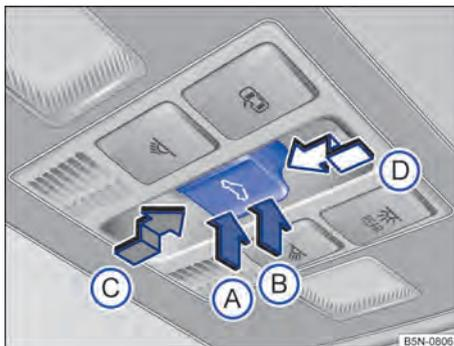

Fig. 88 No revestimento do teto: botão do teto de vidro.
O botão → Fig. 88 é de 2 níveis. No 1º nível o teto pode ser totalmente ou parcialmente levantado, aberto ou fechado.
- ◀ – *Levantar o teto de vidro:* pressionar o botão na área traseira → Fig. 88 (B) até o 1º nível. Curso automático: pressionar brevemente o botão na área traseira (B) até o 2º nível.
- *Fechar o teto de vidro levantado:* pressionar o botão na área dianteira (A) até o 1º nível. Curso automático: pressionar brevemente o botão na área dianteira (A) até o 2º nível. ▶
- Girar → Fig. 88 para a posição **A**.
- *Teto de vidro:* dentro de poucos segundos após a liberação do limitador de força, pressionar o botão → Fig. 88 até o 2º nível na direção da seta **D**, até que o teto de vidro esteja totalmente fechado.